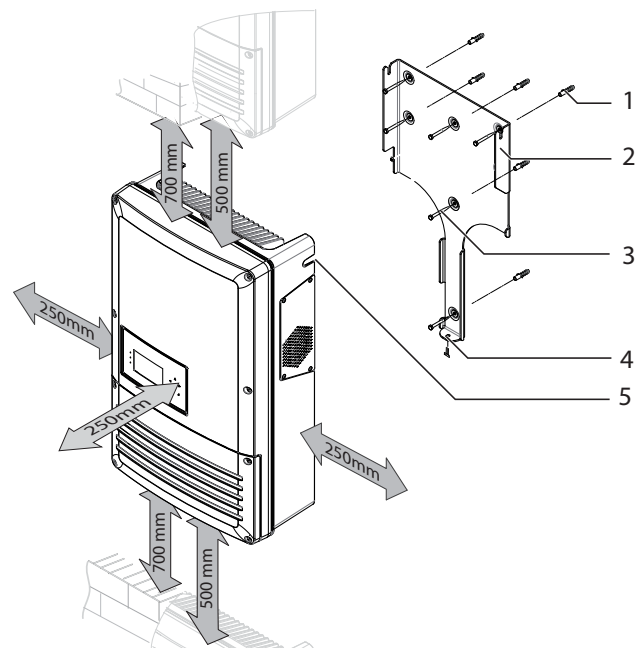
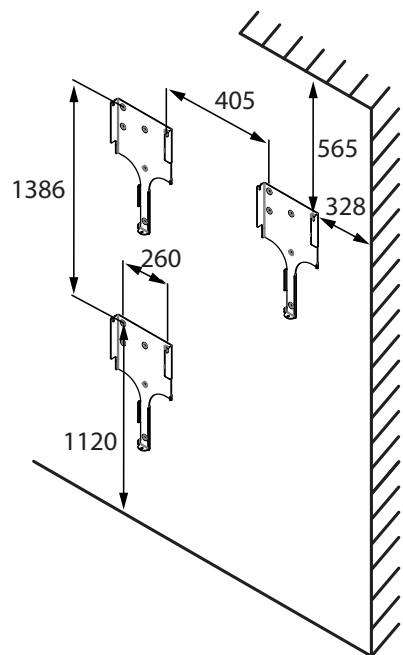

Figura 5: Distâncias mínimas/Placa de montagem
Figura 6: Distâncias entre os furos (em mm)
- Respeitar as distâncias mínimas durante a montagem: Figura 5 e Figura 6 na página 67